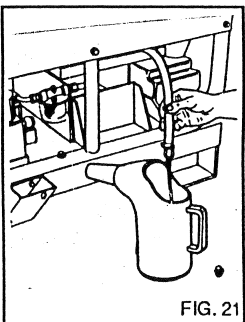

FIG. 21
- 1) Faire sortir le tuyau flexible de vidange huile A (fig. 21).
- 2) Enlever le bouchon du tuyau flexible B (fig. 21).